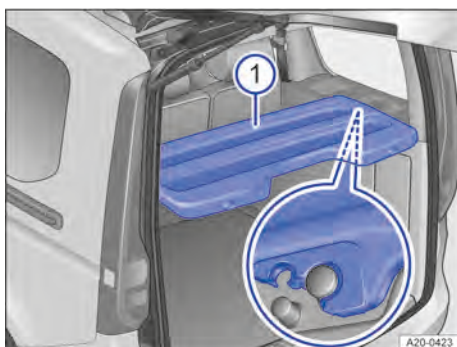

Fig. 147 Dans le compartiment de charge : couvre-coffre
4. Faites coulisser le couvre-coffre jusqu'à ce qu'il s'enclenche dans les grands supports → fig. 147.
2. Enclenchez le couvre-coffre dans les deux petits supports → fig. 147.